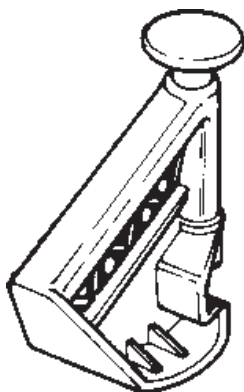

Figure 1.5-3
**EAA0247G70A - Etau de montage** (Fig.1.5-3)